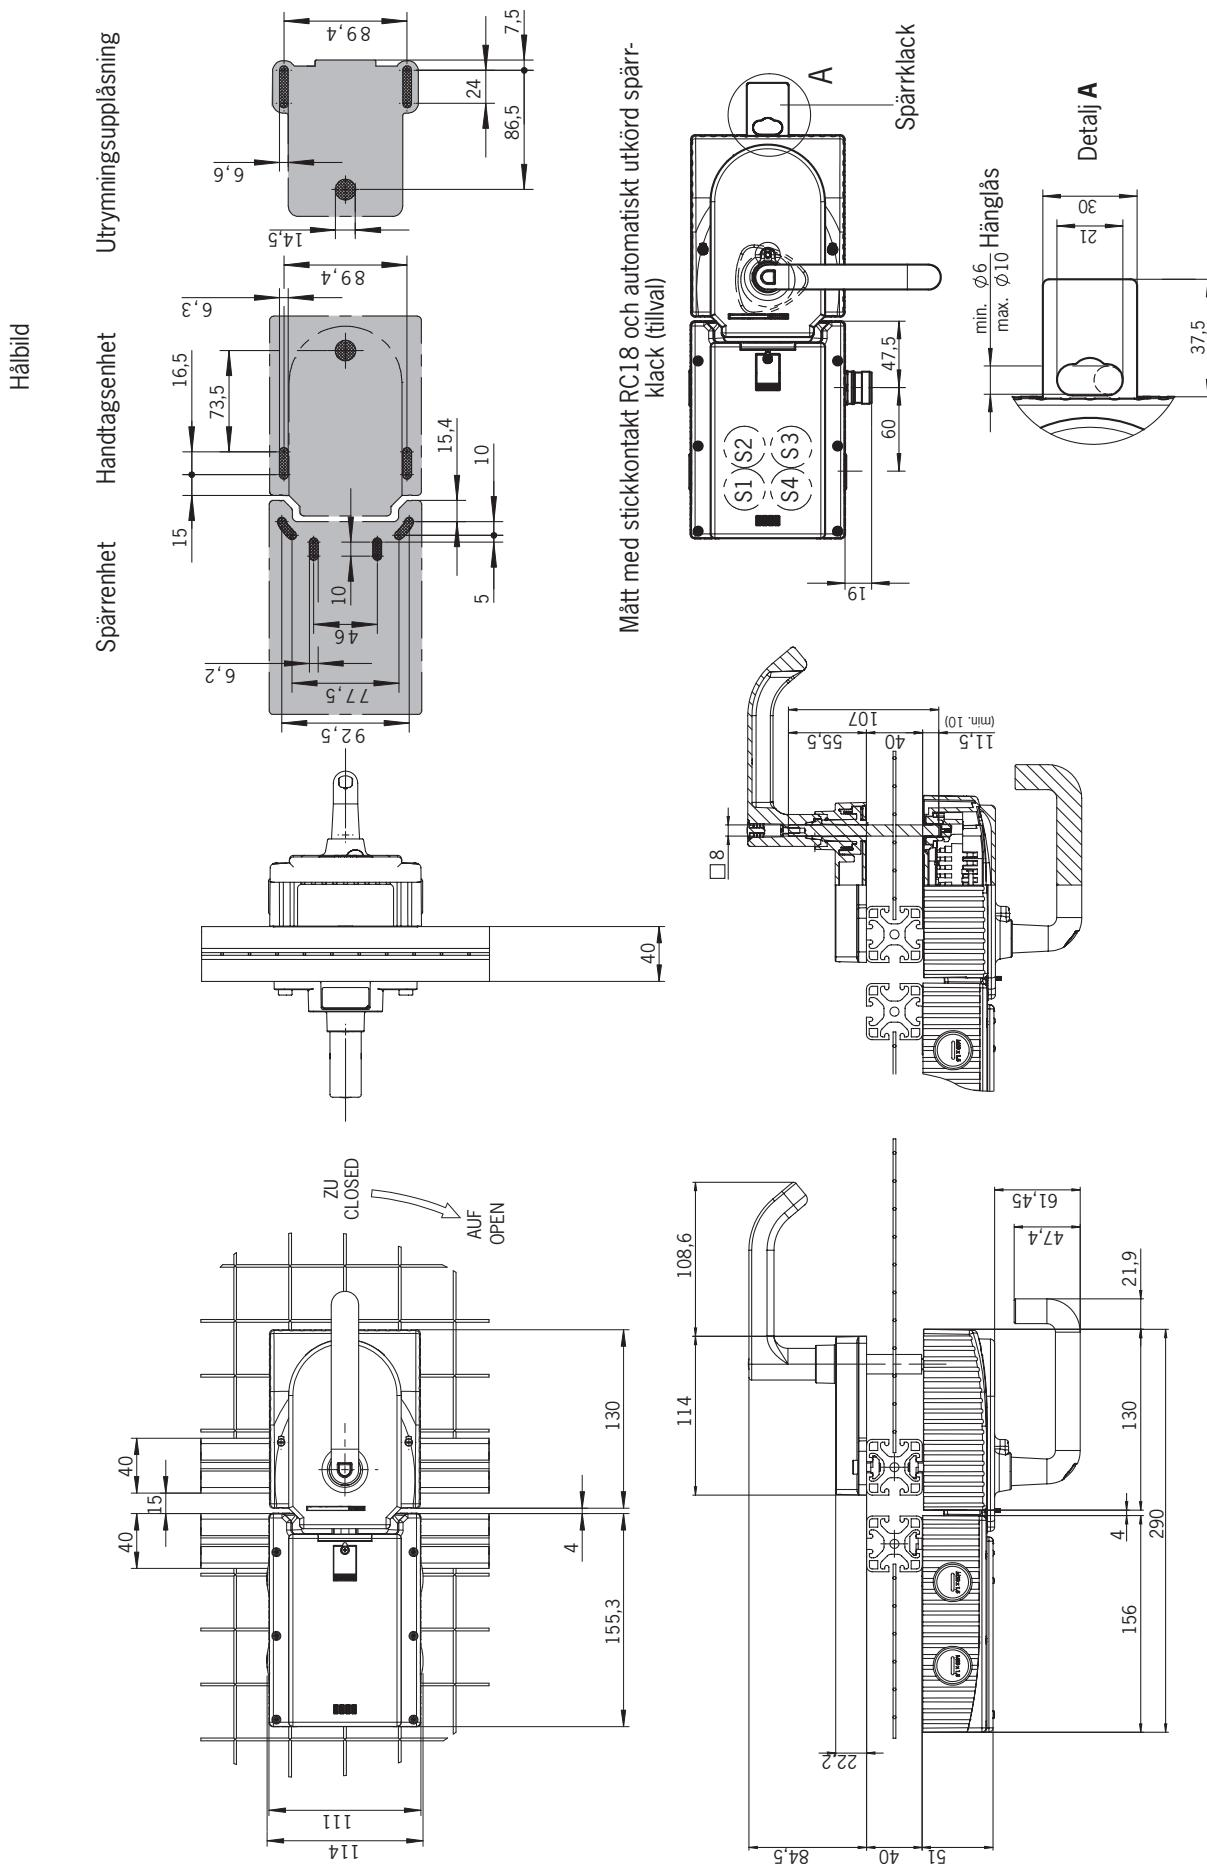
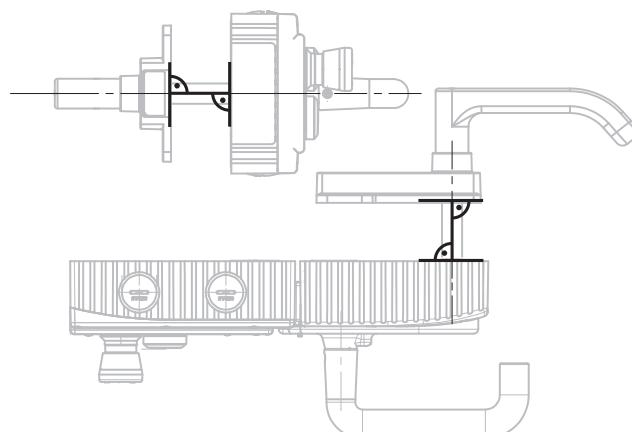

Bild 4: Måttitrinring MGB monterad, utan monteringsplattor som tillval
Bild 8: Monteringsexempel för högersvängd dörr (översiktsbild)
- Ställ in utrymningsupplåsningens axel i rät vinkel mot handtagsenheten. Se *Bild 4* och *Bild 8*.
Monteringssteg, se *Bild 8* och *Bild 9* till *Bild 14*.